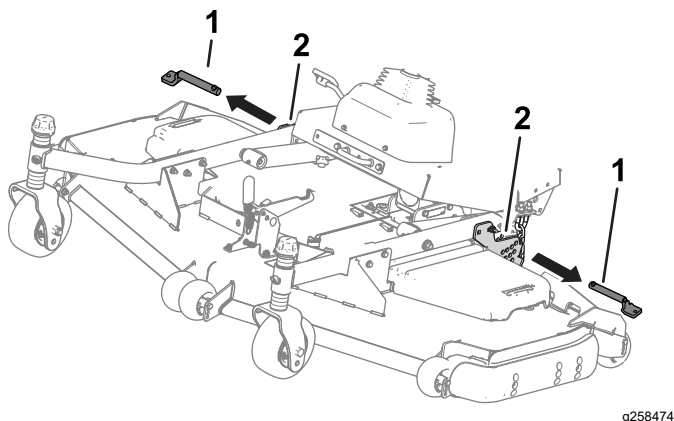

Bild 38
4. Entfernen Sie die Splinte von den Schnitthöhenplatten (Bild 38).